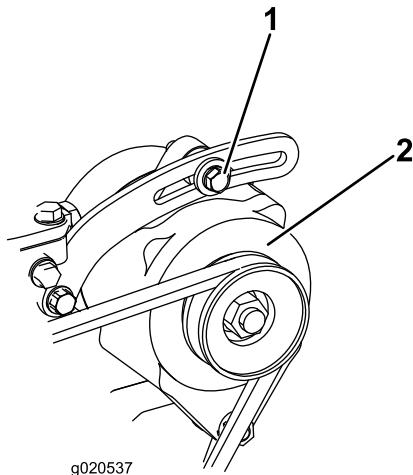

Figura 69
Verifique o estado e a tensão da correia (Figura 69) após cada 100 horas de funcionamento.
2. Se a deslocação obtida não for igual a 10 mm, deve desapertar os parafusos de montagem do alternador (Figura 69). Aumente ou diminua a tensão da correia do alternador e aperte os parafusos. Verifique uma vez mais a deslocação da correia para se certificar de que a tensão está correta.